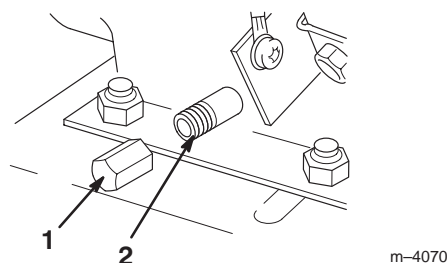

Figure 28
5. Nettoyez la surface autour du bouchon de vidange d'huile (Fig. 28).
6. Placez un bac de vidange sous le tube de vidange et retirez le bouchon (Fig. 28).